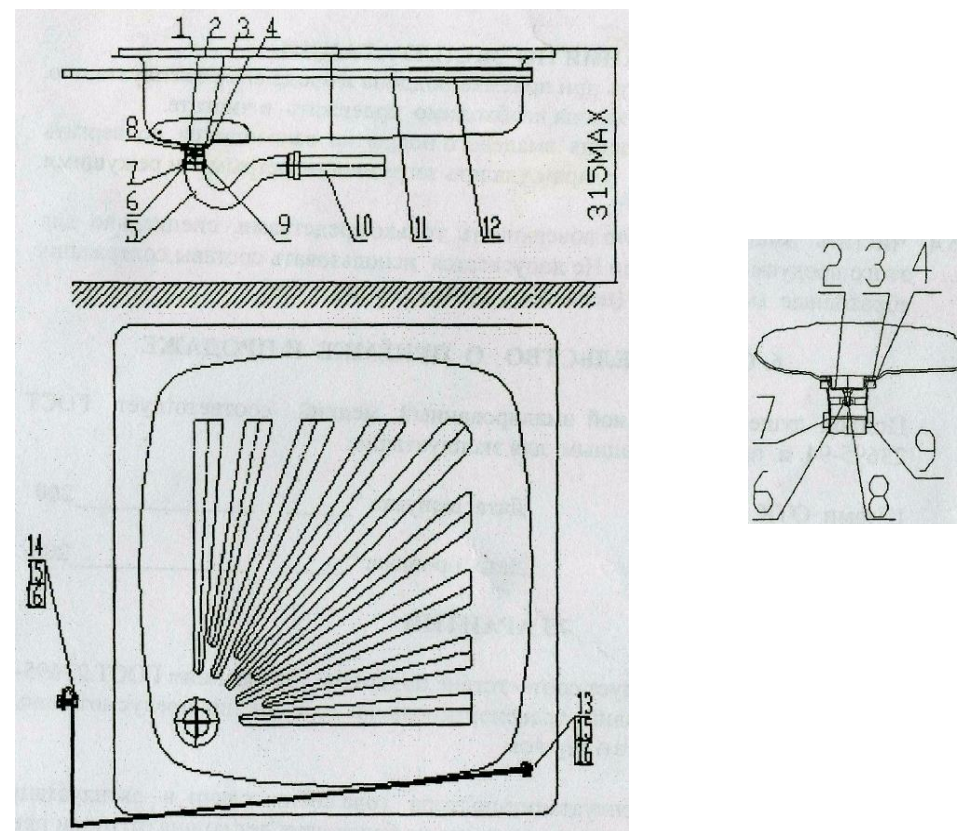

Рис.1
Монтаж поддона производится согласно рис. 1
- 4.4 Корпус поддона установите на подставку или на кирпичную кладку, обеспечив расстояние от пола до верхней поверхности поддона не более 315 мм (см. рис. 1). При этом отвод сифона 10 должен попасть в раструб фасонной части системы внутренней канализации здания.